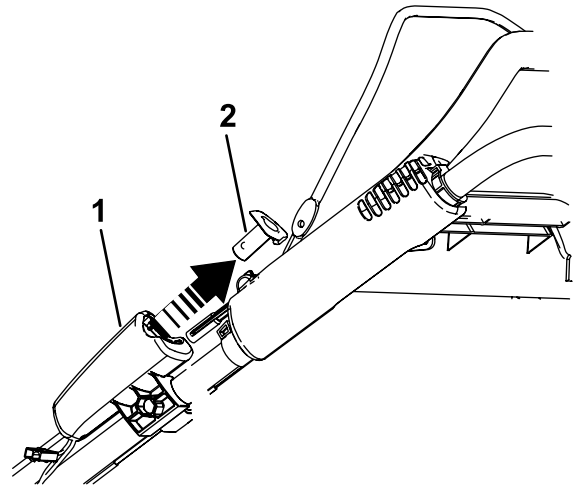

Bild 35
1. Entfernen Sie die Elektrostarttaste, wie in Bild 35 abgebildet (nur Modelle mit Elektrostart).